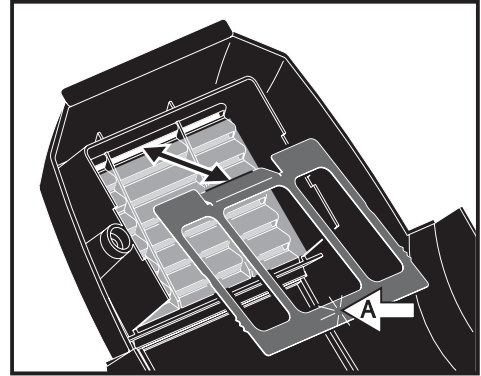

Ilustración 11: Reubicación del filtro
- Reponer el filtro de aire de la pared inferior en su posición, recolocando el clip sobre el filtro (A) hasta que quede perfectamente fijado (ver Ilustración 11)